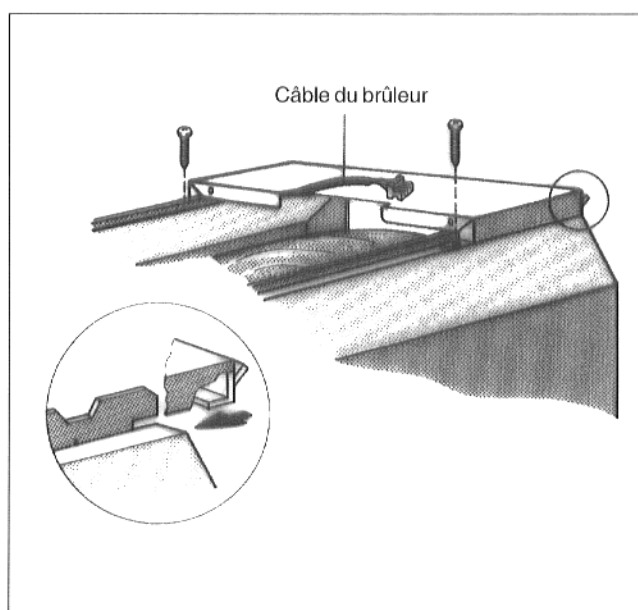

Fig. 14
- Par l'avant, poser la jaquette avant de la chaudière sur le dessus de la face latérale droite et gauche, le pousser vers l'arrière jusqu'à ce que les crochets s'emboîtent dans les fentes de la face latérale (fig. 14).
- Visser la jaquette de la chaudière à l'aide de 2 vis Parker (Fig. 14).
- Passer le câble du brûleur dans la pliure du capot (Fig. 14).